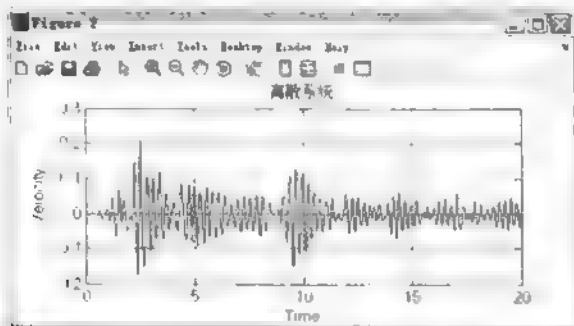
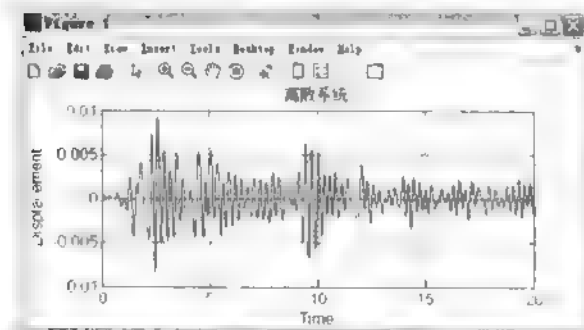

图 9-23 离散系统仿真速度输出结果
图 9-24 离散系统仿真位移输出结果
(4) 仿真结果。运行上述程序之后,会得到图 9.23 和图 9.24 所示结果。图 9.23 为结构响应速度曲线,图 9.24 为结构响应位移曲线。可比较结果图 9.23 与图 9.15,以及图 9.24 与图 9.16,可以发现,两种方法得到近乎一样的结果。